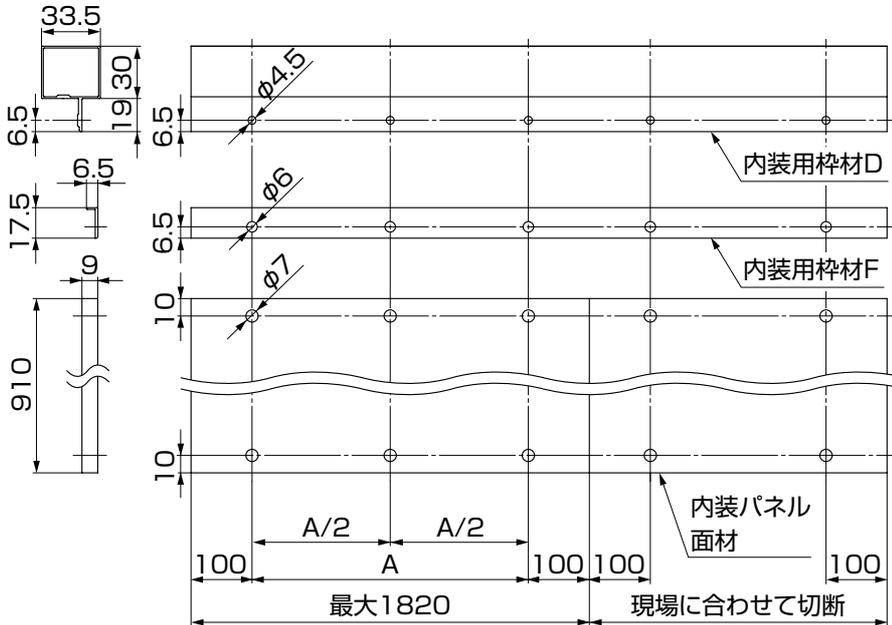
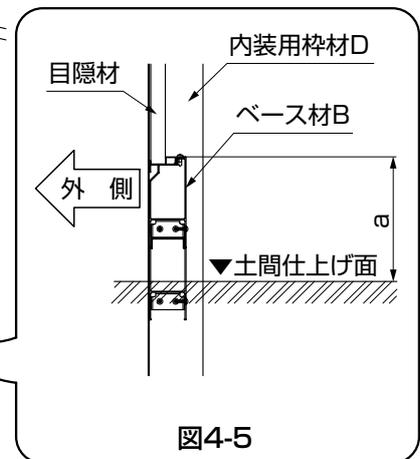

図4-4
図4-5
(図4-4、図4-5参照)
- テーブルと同時取付けの場合はテーブルの上方のみの取付けになります。その場合は、内装用枠材Dをテーブル天板上面で切断してください。(図4-5参照)
- ②内装用枠材Bに内装用枠材Dを突き当て、内装用枠材固定金具の孔位置にφ3.5の孔加工をしてください。